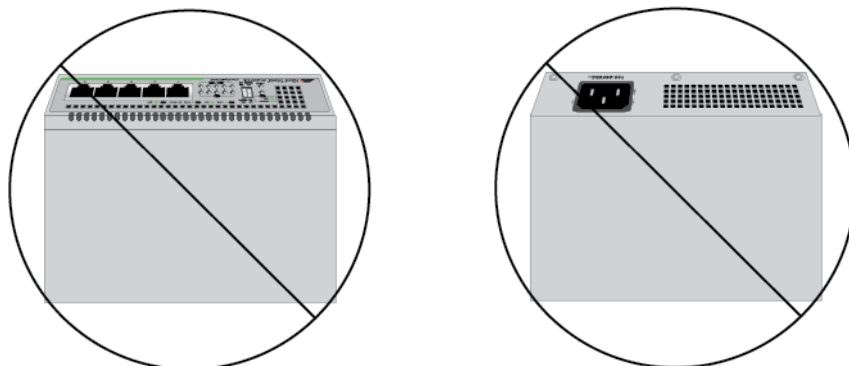

Рисунок 14. Неправильное расположение на стене
- ❑ Не разрешается крепить коммутатор с передней панелью, ориентированной вверх или вниз. См. примеры на рис. 14.